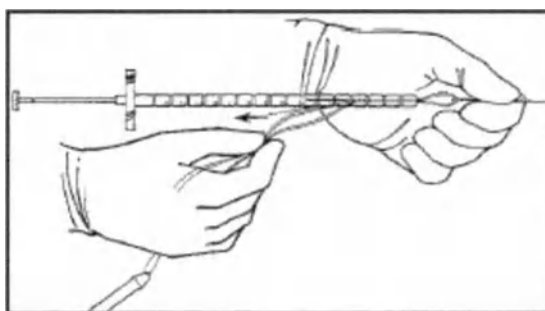

Рис. 26. Загрузка иглы Кита
5. Вставить тупой конец этой иглы в Инструмент Furlow (рис. 26) и вставить нить в прорезь для инструмента.